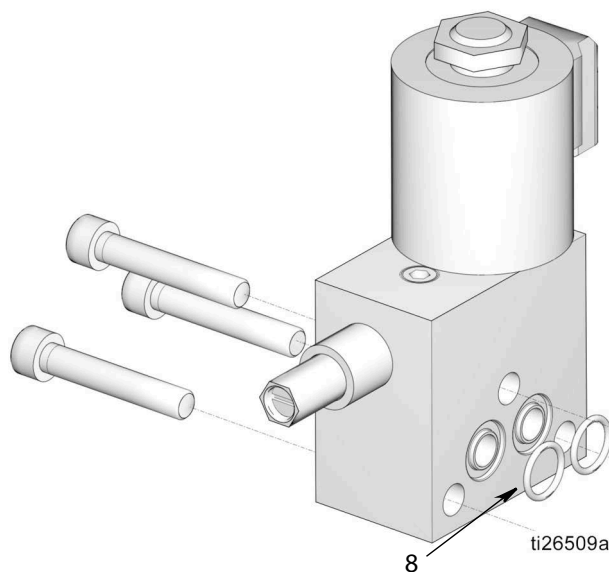

Рис. 4
7. Смажьте уплотнительные кольца (8) и установите их на блок воздуховыпускного клапана (см. Рис. 4).